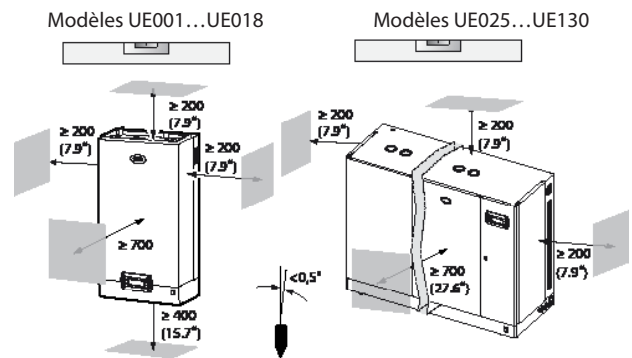

Fig. 1.d
- positionner l'humidificateur sur un plan horizontal, en respectant les espaces minimum (voir Fig. 1.d) pour permettre les opérations nécessaires de maintenance.